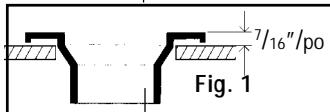

Fig. 1
5. Make sure top of Closet Flange is $\frac{7}{16}$ " above floor surface. In some cases, the use of closet flange spacer(s) (included) may be required to achieve this mounting height (Fig. 1).
5. Assurez-vous que la bride de sol surplombe la surface du plancher de $\frac{7}{16}$ po. (Voir Fig. 1).
5. Verifique que la brida del suelo esté a $\frac{7}{16}$ por encima de la superficie del suelo. En algunos casos, puede ser necesario usar espaciador(es) (que vienen incluidos), para lograr esta altura en la instalación (Fig. 1).